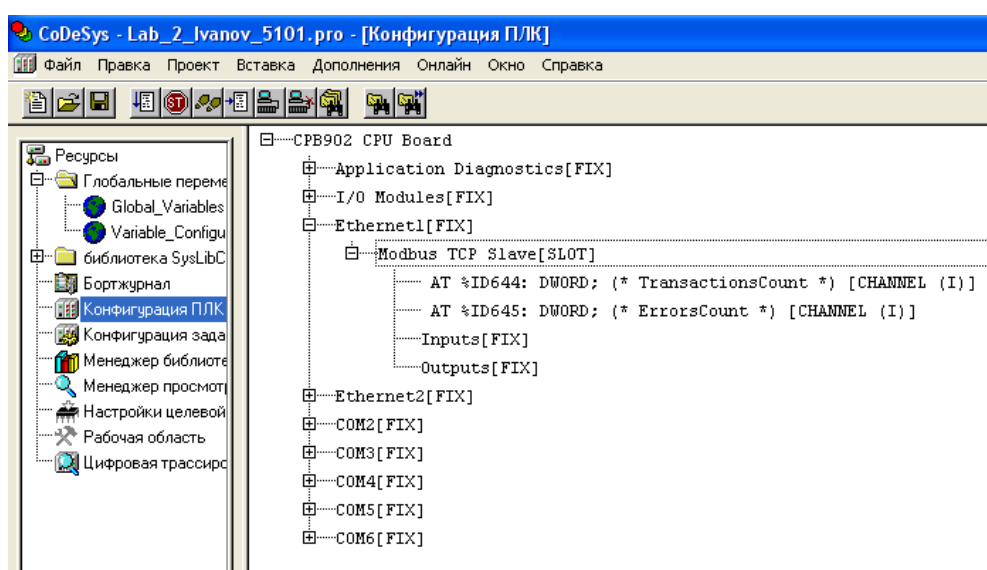

Рис. 26. К интерфейсу Ethernet1 подключен сервис подчиненного узла (сервера) Modbus
2.4.3. Раскрыть список параметров интерфейса **Ethernet1**. В исходном проекте к интерфейсу Ethernet1 уже был установлен параметр «**Modbus TCP Slave**», т.е. подключен сервис, реализующий функциональность подчиненного узла (сервера) Modbus. Проверить, что данный параметр не изменен (рис.26).
Области памяти контроллера CPM902, отображаемые на множества регистров и битовых полей сервера MODBUS, описываются в секциях **Inputs** и **Outputs** в древовидном списке конфигурации сервера (рис. 26). Секция **Inputs** содержит список объектов доступа к данным, поступающим по сети от удаленных клиентов. Секция **Outputs** содержит список объектов доступа к данным для передачи в сеть. Перечень типов и назначение объектов данных области памяти контроллера CPM902, отображаемых на множества регистров и битовых полей сервера MODBUS приведен в табл. 1.